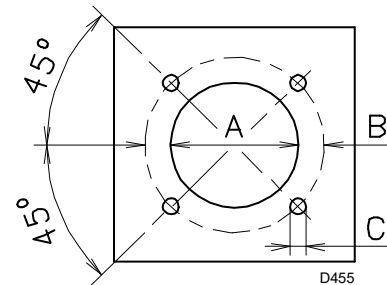

Fig. 12
Taladrar la placa de cierre de la cámara de combustión tal como se indica en Fig. 12. Puede marcarse la posición de los orificios roscados utilizando la junta aislante que se suministra con el quemador.
- Introducir todo el quemador en el orificio de la caldera, preparado anteriormente (Fig. 12), y fijar con los tornillos suministrados.